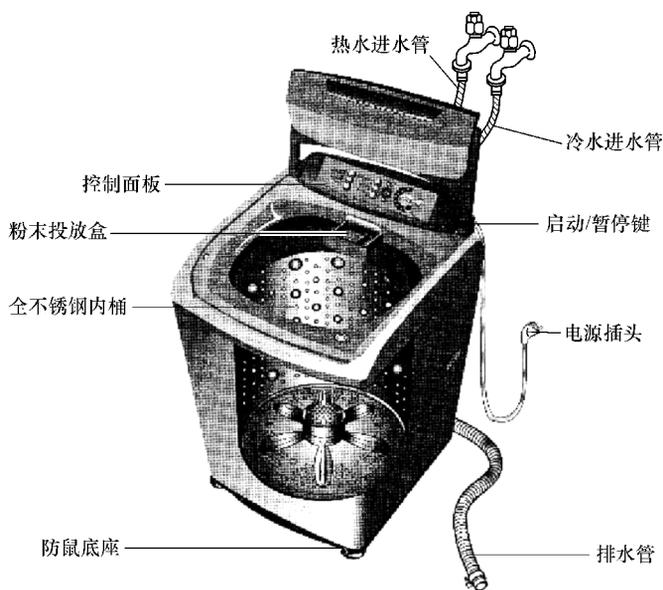

图 6-24 LG XQB100 - 17SF 型波轮式洗衣机外形结构
**【附注】**LG XQB100 - 17SF 型波轮式洗衣机外形结构如图 6-24 所示。